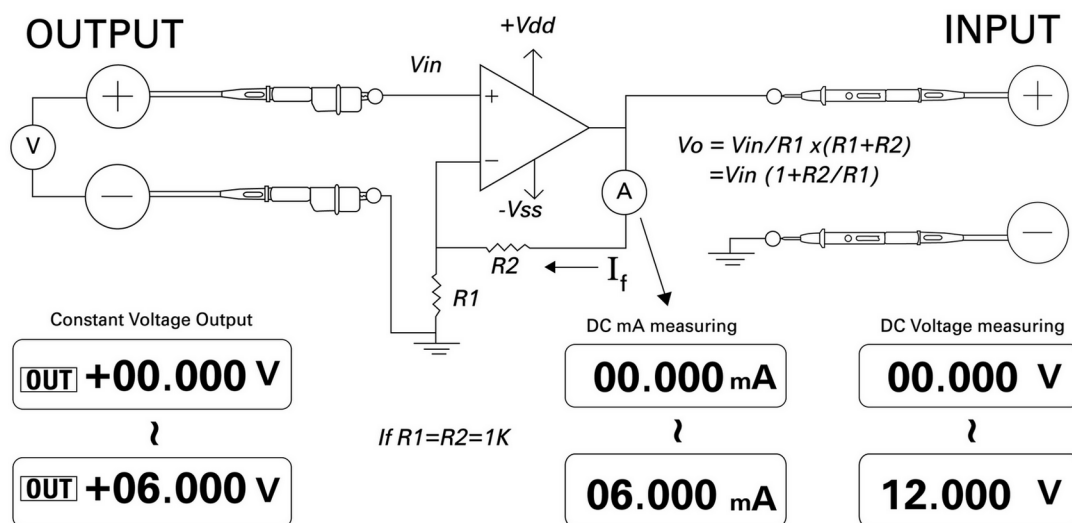

Figura 5-14 Conversor de tensão para corrente
Ao manter sua tensão de entrada diferencial em zero, o amplificador operacional mostrado na **Figura 5-14** força uma corrente de $I = V_{in}/R1$ a passar pela carga $R2$ no caminho do feedback. Essa corrente é independente da carga.
- 5 Conecte o amplificador operacional como na **Figura 5-14**.
- 8 Uma alternativa é posicionar a chave rotativa em $\sim mA / \text{Ⓢ}$ e conectar os fios de teste de entrada no lugar do medidor **A** como na **Figura 5-14**. A corrente medida será proporcional à entrada de tensão no amplificador operacional.